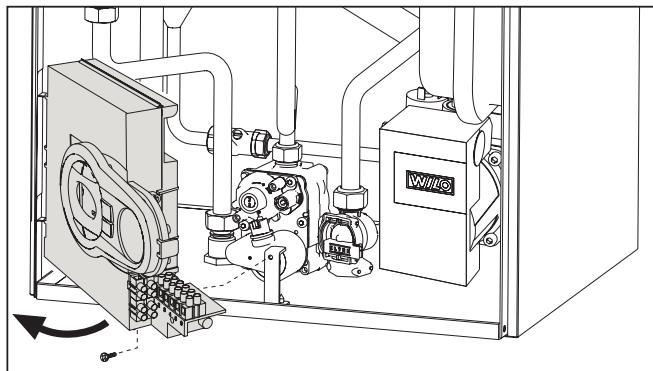

fig. 21
- Svitare la vite e ruotare il pannello comandi (vedi fig. 21).